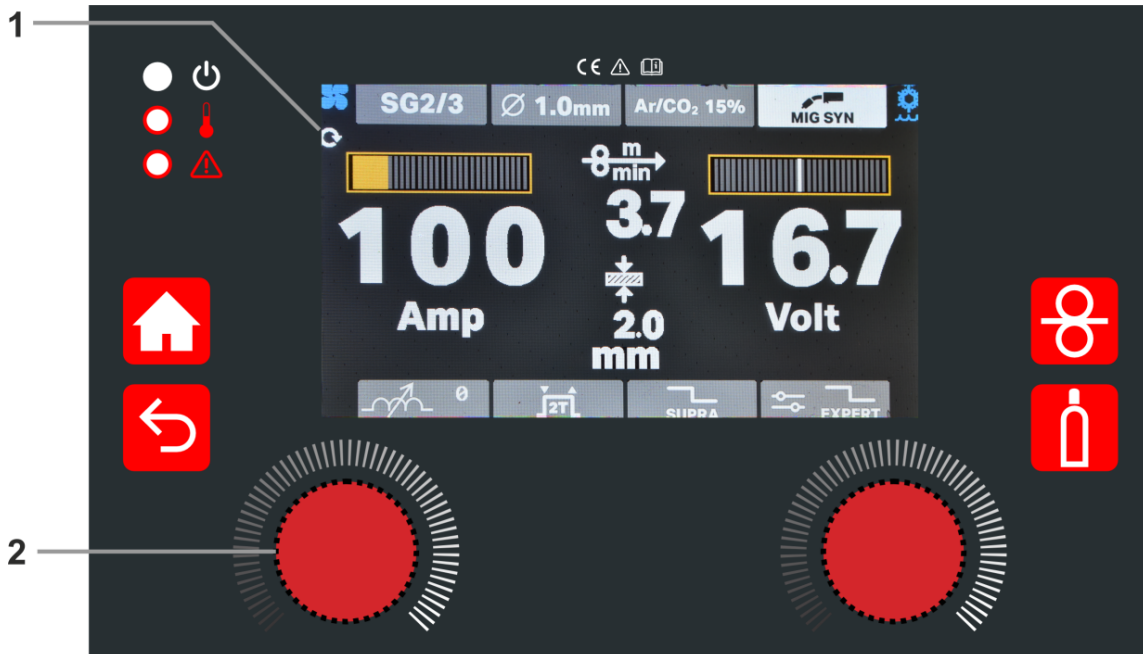

Fig. 18
- Pour réinitialiser la valeur d'un processus de soudage spécifique aux paramètres d'usine, appuyez une fois sur l'encoder latéral gauche (2 - Fig. 18), puis tournez le même encoder jusqu'à ce que l'élément de menu 1 (Fig. 18) devienne jaune. Appuyez et maintenez enfoncé jusqu'à ce que l'élément de menu 1 (Fig. 18) redevienne blanc.